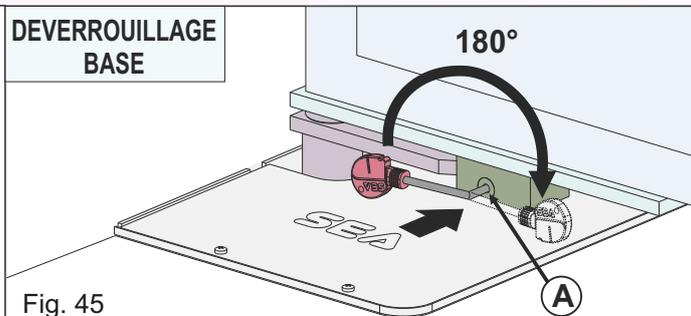

Fig. 45
- insérer la clé Allen fournie dans la fente «A» et tournez-la de 180° vers le centre du portail (Fig.45)